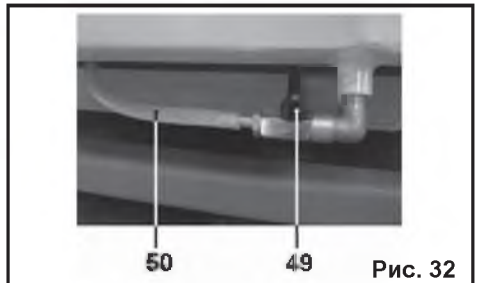

Рис. 32
10.3. С помощью вентиля разбрызгивателя (49) (Рис. 32) можно установить равномерное разбрызгивание воды во время работы.
- перекройте подачу воды на валец (Рис. 32);